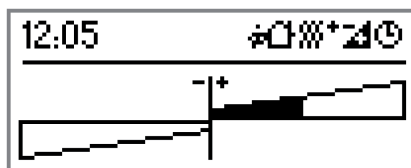

Bild 64: Beispiel einer 2-Bereichs-Anzeige mit Basis-Sollwertverschiebung als Bargraph
- i In der Anzeigefunktion "Sollwertverschiebung als Bargraph" (Bild 64) können keine ergänzenden Texte konfiguriert werden.
Der Tastsensor lässt es zu, bei relativer Sollwertvorgabe die Solltemperatur des Raumtemperaturreglers innerhalb festgelegter Grenzen stufenweise zu verschieben. Diese Sollwertverschiebung kann entweder über die Displaytasten (siehe Seite 18-19) oder durch Reglernebenstellen in positive (+) wie auch in negative (-) Richtung ausgeführt werden. Ob eine Basis-Sollwertverschiebung stattgefunden hat (die Verschiebung also ungleich "0" ist), wird bei der 2-Bereichs-Anzeige in der Statuszeile durch das Symbol  signalisiert. Optional kann die Sollwertverschiebung auf dem Display in Form eines Bargraphen angezeigt werden (Bild 64). Dabei belegt der Bargraph die gesamte Menüfläche, so dass andere Anzeigefunktionen in diesem Anzeigebereich nicht mehr dargestellt werden können. Sofern die "Sollwertverschiebung als Bargraph" konfiguriert ist, wird im Menü "Sollwertverschiebung" (Bedienung der Displaytasten) anstelle eines Temperaturwerts die Verschiebung in Form des Bargraphen angezeigt.